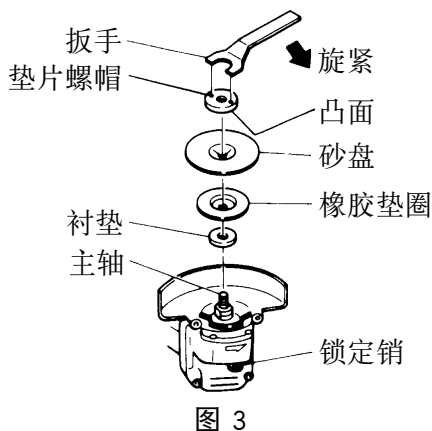

图 3
1. 安装 100 mm 的砂盘（参看图 3）
- (1) 配上垫图，橡皮衬垫及砂盘到主轴上。
- (2) 旋垫圈螺帽到主轴。
- (3) 如图 3 所示，撤下锁定销防止主轴转动。用扳手拧紧砂轮螺帽卡紧砂盘。